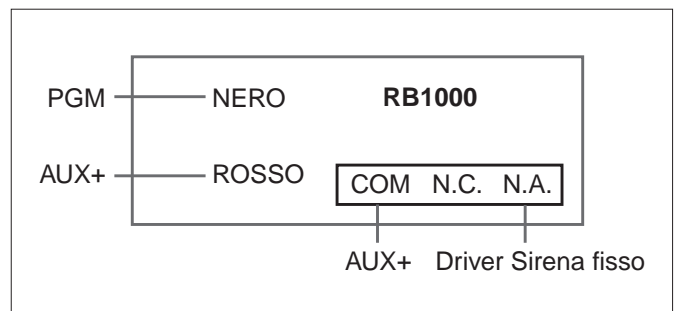

FIGURA 2 - Collegamenti per suono su Trasmettitore
- (1) **Controllo audio** - Programmare per attivare la PGM durante il rapporto. Selezionare zone specifiche per il controllo vocale programmando le zone richieste in *Uscita PGM* [08]. Collegare la PGM all'ingresso attivazione a massa Veriphone.
- (2) **Uscita Accesso** - Attiva l'uscita PGM per 5 secondi mediante il comando *** 3** .
- (3) **Segue avvisatore acustico della tastiera** - I successivi suoni da tastiera attiveranno l'uscita PGM: Avvisatore acustico entrata, Avvisatore acustico di tastiera a impulsi, Uscita tastiera su allarme, Gong porta, Ricerca guasto.
- (4) **Suono su Trasmettitore portatile** - Programmare per fare suonare due volte l'uscita PGM quando la centrale di allarme è inserita o una volta quando è disinserita. Eseguire i collegamenti elettrici come illustrato in Figura 2.